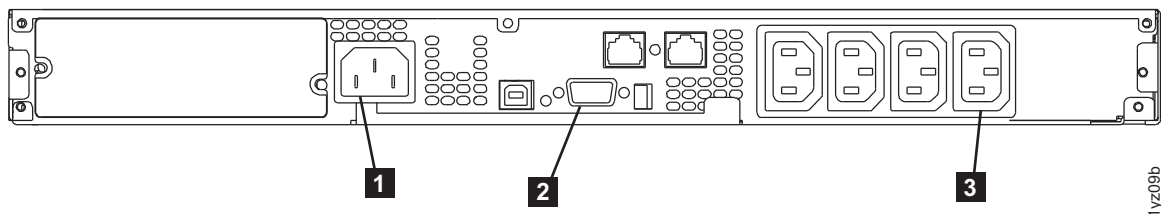

Figura 230. 2145 UPS-1U (Vista Posterior)
9. Na traseira do 2145 UPS-1U, conecte o cabo de energia do SAN Volume Controller para carregar o receptáculo do segmento 2 (**3** na Figura 230 na página 280). Se aplicável, instale o suporte de retenção do cabo de energia (mostrado em Figura 229).
10. Reconecte o cabo de sinal do SAN Volume Controller para a porta de comunicação (**2** em Figura 230 na página 280).
11. Reconecte o cabo de energia principal 2145 UPS-1U, a partir da unidade de distribuição de energia ou do comutador de energia de corrente alternada redundante, no conector de entrada (**1** em Figura 230 na página 280).
O 2145 UPS-1U está no modo de espera com o SAN Volume Controller offline. Todos os indicadores que são mostrados na Figura 230 estão desligados.